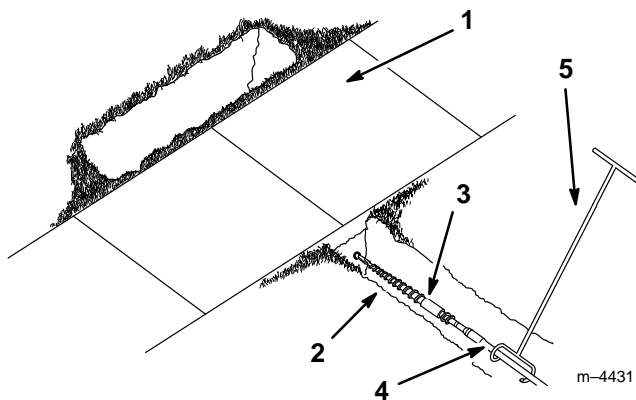

Figure 6
4. Placer l'outil de guidage sur la tige juste en arrière de la mèche de forage (Fig. 6).
5. L'assistant chargé de guider la mèche de forage étant posté du côté droit de la tranchée (Fig. 6), mettre le moteur en marche, mettre la commande de la pompe sur lent (tortue), ouvrir les gaz sans dépasser la moitié de la plage de régime, et tirer la manette hydraulique d'accessoire vers l'arrière pour commander la rotation vers l'avant de la mèche de perçage.
6. Faire avancer lentement l'unité de traction en laissant l'assistant guider la pénétration de la mèche de forage dans le sol (Fig. 6).